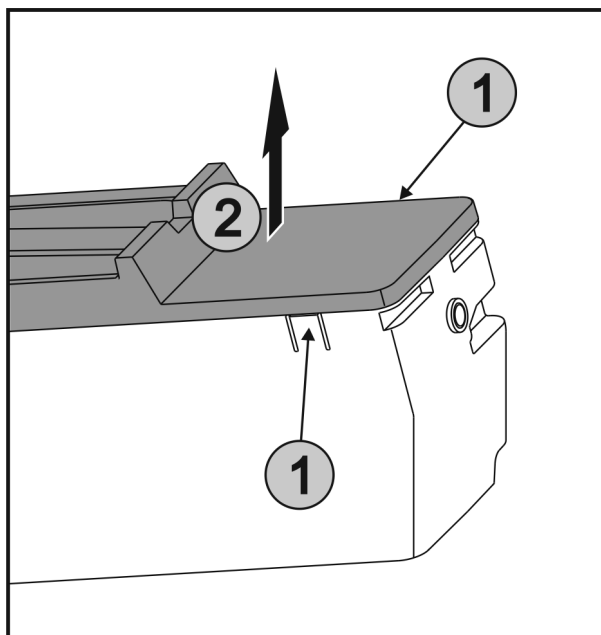

Fig. 31
- ▶ Одновременно нажать на накладки Fig. 31 (1) на обеих сторонах EasyTwist-Ice и снять крышку Fig. 31 (2) движением вверх.